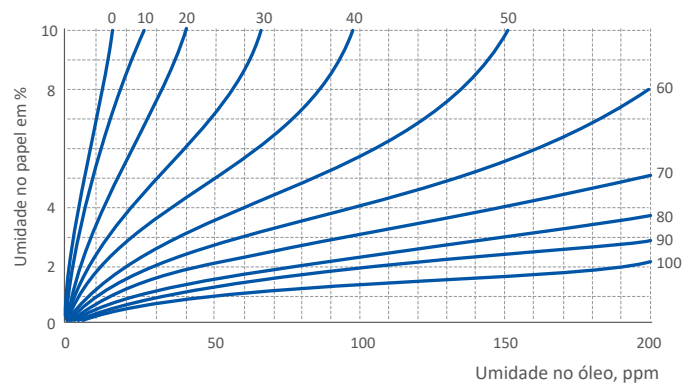

Figura 4. Curvas de equilíbrio de umidade * (Oomen)
3. Se o conteúdo de água no óleo em PPM e a temperatura são conhecidas, pode-se utilizar curvas (ver a curva de Oomen na figura 4) para correlacionar o conteúdo de água em PPM no óleo e no papel isolante. Porém, tais curvas são válidas para situações de equilíbrio que não acontecem na prática.